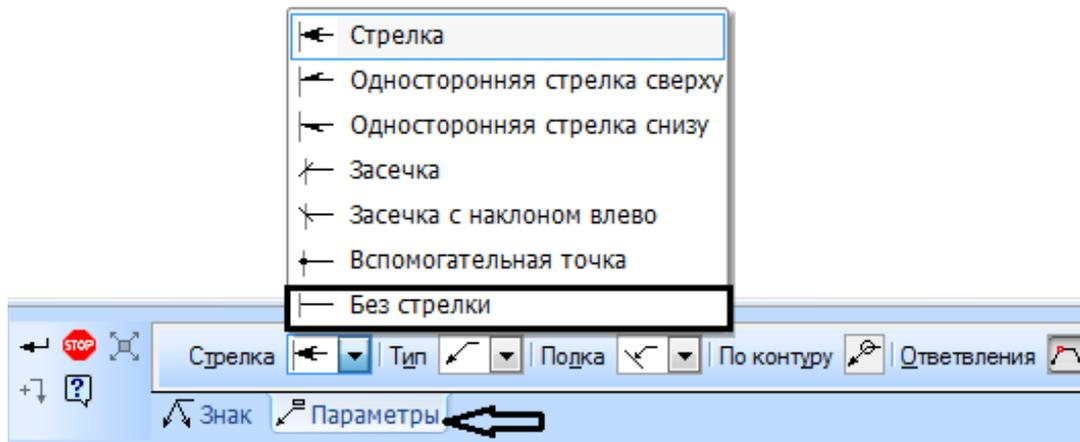

Рисунок 21.
16. Переключите панель свойств на **Параметры** и в окне **Стрелка** выберите **Без стрелки** (рисунок 21)